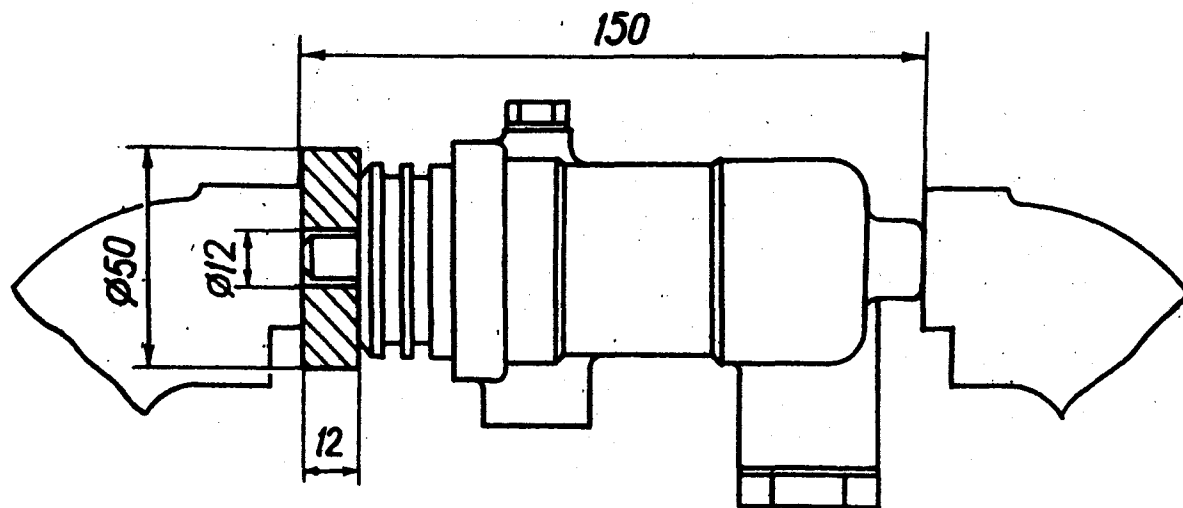

Рис. 91. Разборка вторичного корпуса главного тормозного цилиндра
- установить вторичный корпус главного тормозного цилиндра в тиски, как показано на рис. 91 и отвернуть фиксирующий болт вторичного поршня;